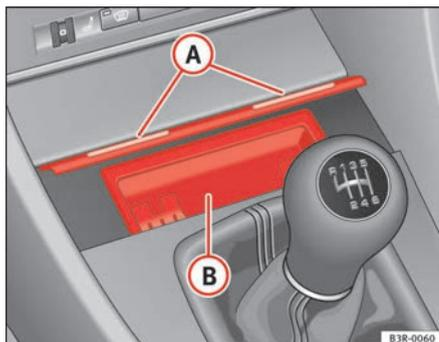

Abb. 125 Mittelkonsole:
- Tippen Sie den Aschenbecher an der Frontleiste **(A)** ⇒ Abb. 125 an.
- Fassen Sie den Aschereinsatz **(B)** ⇒ Abb. 125 an den seitlichen Griffmulden an und ziehen Sie ihn nach oben heraus.